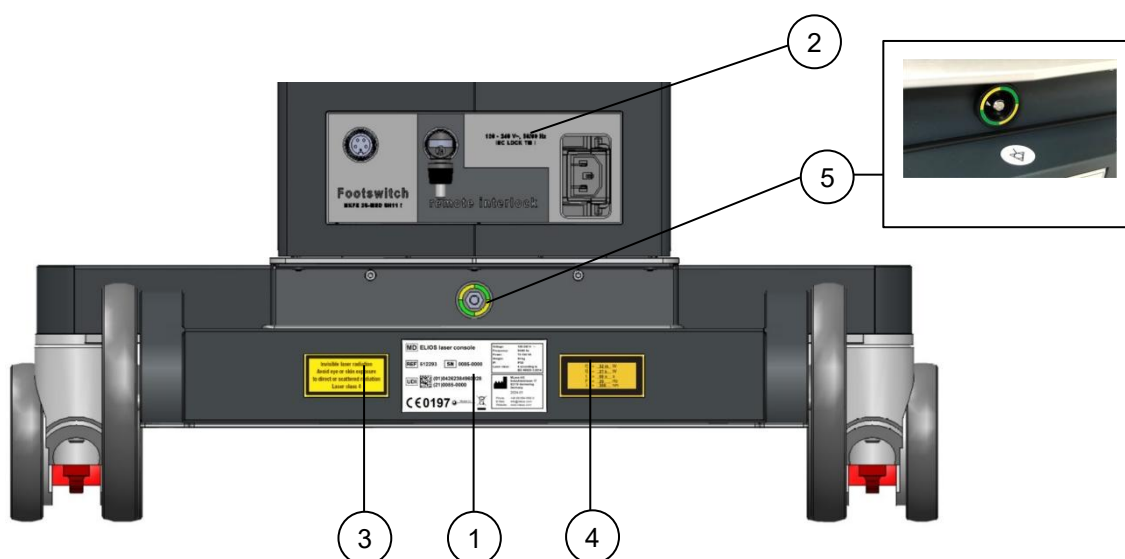

Fig. 2-1: Vedere din spate
1.	Plăcuța de identificare este situată pe partea din spate a laserului (a se vedea Fig. 2-1). Simbolurile utilizate înseamnă: MD Dispozitiv medical REF Numărul de catalog SN Numărul de serie UDI Identificator unic al dispozitivului  Curent alternativ IP Clasa de protecție IP  Producător și data de fabricație (AAAA-LL) CE 0197 Marcajul CE de conformitate cu numărul organismului notificat  a se vedea 6  instrucțiuni electronice de utilizare disponibile
Eticheta este situată pe partea din spate a laserului (a se vedea Fig. 2-1).
3.	Consola laser ELIOS generează radiații laser de clasa 4. Ochii și pielea nu trebuie să fie expuse la această radiație invizibilă. Eticheta este situată pe partea din spate a laserului (a se vedea Fig. 2-1).
4.	Informațiile de ieșire a radiației laser sunt specificate pe eticheta ilustrată. Eticheta este situată pe partea din spate a laserului (a se vedea Fig. 2-1).
5.	Conector pentru egalizarea potențialului electric. Plăcuța de identificare este situată pe partea din spate a laserului (a se vedea Fig. 2-1).